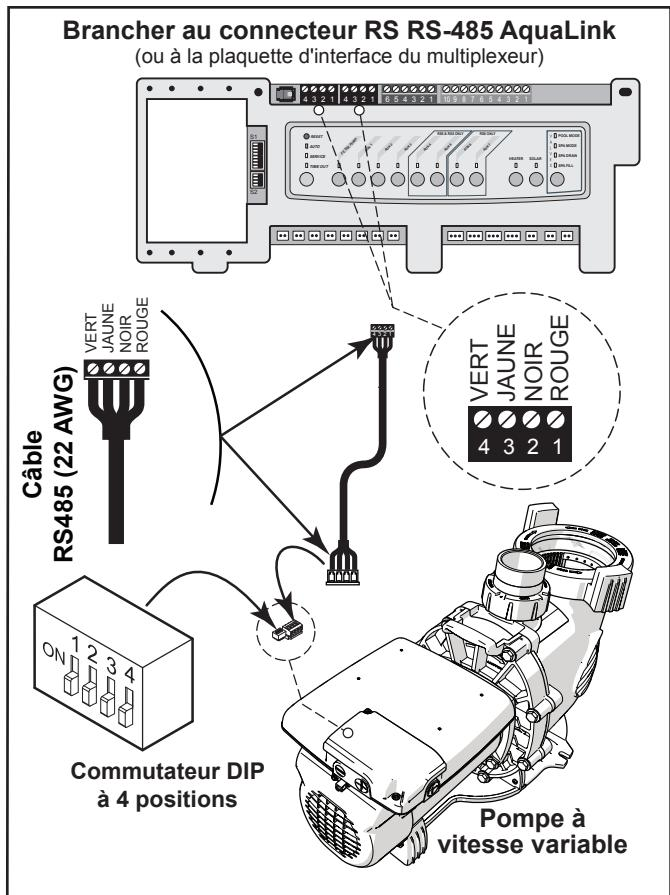

Figure 5. Câblage AquaLink RS, PDA or Z4
- Positionner les commutateurs DIP 1 et 2, doit être en position «OFF» (désactivés). Voir "Figure 5. Câblage AquaLink RS, PDA or Z4".
- Raccorder le nouveau câble RS-485 du régulateur AquaLink par le biais du raccord de compression disponible et passer le câble à 4 conducteurs par l'orifice fileté de l' entraînement du moteur le plus proche du connecteur. Voir la "Figure 5. Câblage AquaLink RS, PDA or Z4"
- Raccorder l'autre extrémité du câble à un connecteur RS-485 sur le régulateur AquaLink RS (ou carte d'interface du multiplexeur), en faisant correspondre les couleurs de fil avec les positions du connecteur. Voir la "Figure 5. Câblage AquaLink RS, PDA or Z4"
Comme on le voit sur les figures 5 et 6, le commutateur DIP de position présente deux (2) fonctions: sélectionner la direction de la pompe et détermine quel type de contrôleur peut être utilisé avec la pompe.
Voir les figures 5 et 6 pour connaître l'emplacement du compartiment. Un couvercle d'accès retenu par une vis cruciforme doit d'abord être retiré.